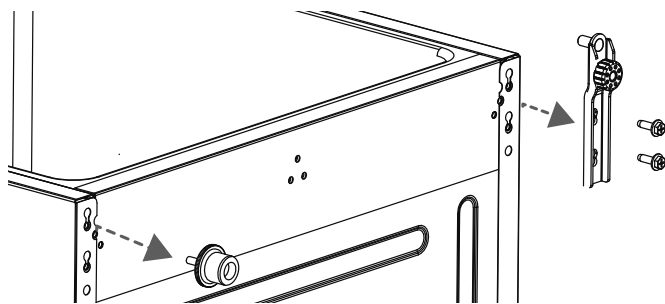

Fig. 4
- ▶ Desatornille la bisagra inferior y desenrosque el pie de apoyo (3) (véase la **fig. 4**).